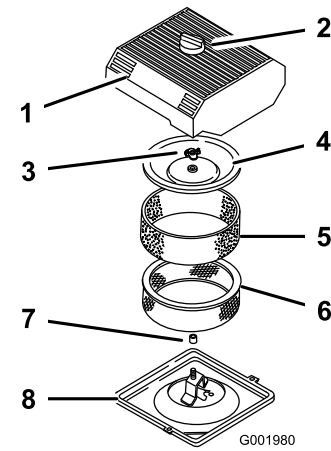

Bild 44
3. Reinigen Sie den Bereich um den Luftfilter herum, um zu verhindern, dass Schmutz in den Motor fällt und Schäden verursacht (Bild 44).
4. Lösen Sie das Handrad an der Luftfilterabdeckung und nehmen Sie die Abdeckung ab (Bild 44).
5. Schieben Sie das Schaumelement vorsichtig vom Papierelement (Bild 44).
6. Schrauben Sie die Abdeckungsmutter ab und nehmen Sie die Abdeckung und das Papierelement ab (Bild 44).
1. Schieben Sie den Schaumeinsatz vorsichtig auf den Papierluftfiltereinsatz (Bild 44).
3. Schrauben Sie die Abdeckungsmutter mit der Hand auf der Abdeckung fest (Bild 44).
4. Montieren Sie die Luftfilterabdeckung und das Handrad (Bild 44).